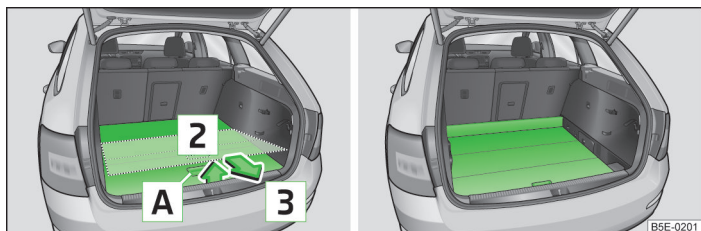

Fig. 96 Reglarea poziției inferioare a podelei variabile / podeaua variabilă în poziția de jos
- ▶ Prindeți de mâner **A** » fig. 96 partea din spate a podelei variabile.